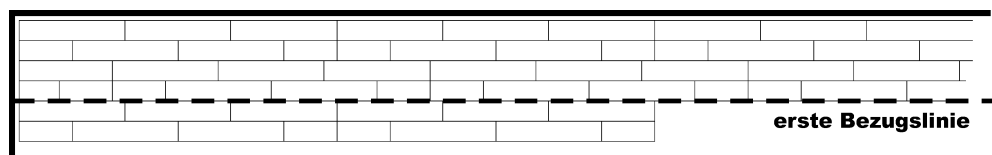

Abb. 1
- Bei der Beurteilung der Unebenheiten des Untergrundes sind die Anforderungen gemäß DIN 18202 anzuwenden (Tabelle 3 Zeile 4 sowie Diagramm Bild 1). Beispiel: bei einem Messpunktabstand von 1 m darf die Abweichung zur Ebenheit max. 3 mm betragen. Werden die Ebenheitstoleranzen überschritten muss dies mit geeigneten Mitteln (schleifen und/oder spachteln) behoben werden.
- Anhydritestrich (AE) und Anhydritfließestrich (AFE) und sandende Zementestriche müssen geschliffen und gründlich abgesaugt werden.